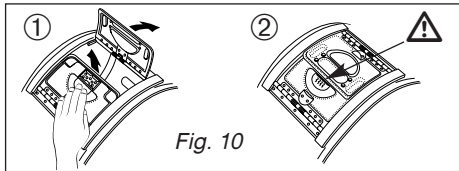

Fig. 10
Ouvrez les portillons du tambour en appuyant sur le poussoir situé sur le volet avant (Fig. 10 ①). L'ouverture est assistée.
⚠ **Vérifiez que le liseré coloré du poussoir est bien visible.** (Fig. 10 ②)